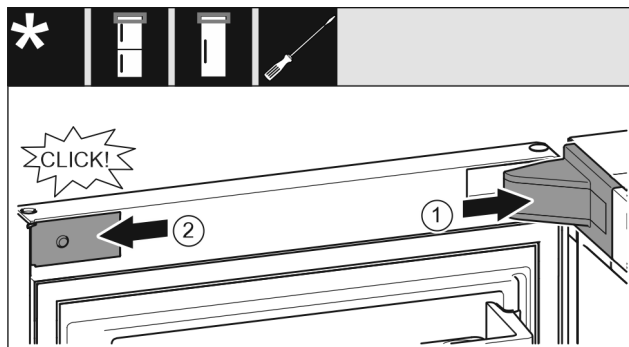

Fig. 20
- ▶ Założyć osłonę płytki zawiasu i zazębić, ew. ostrożnie odsunąć. Fig. 20 (1)
- ▶ Założyć zaślepkę z boku i zazębić. Fig. 20 (2)